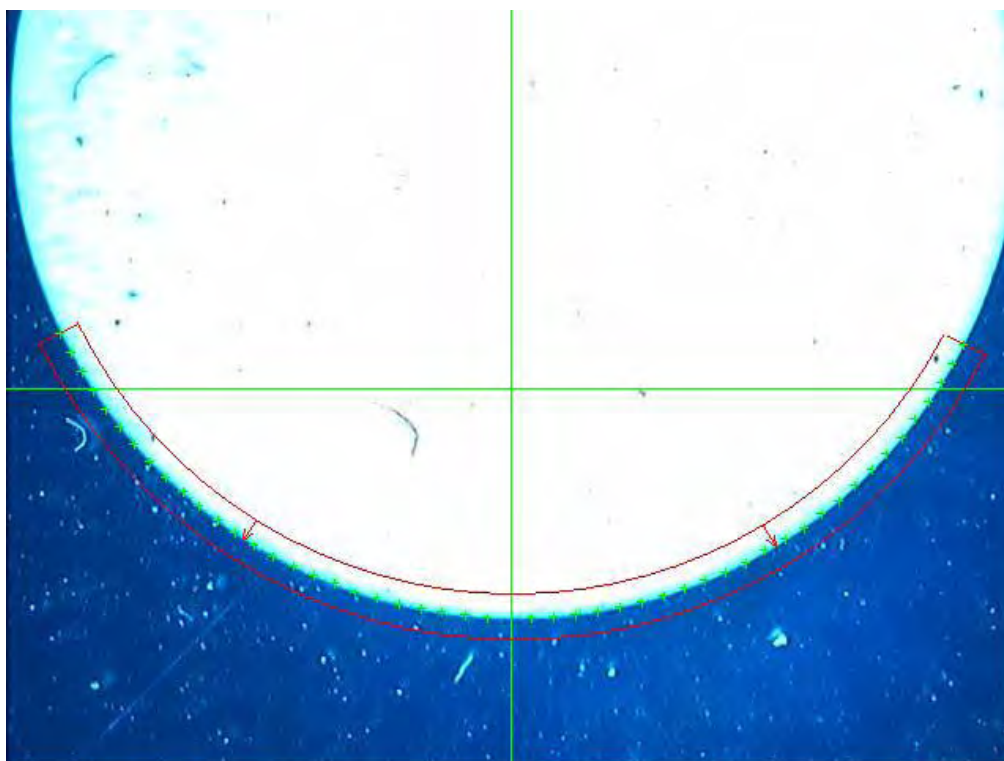

Figure 3-21
- II. Cliquer avec le bouton gauche de la souris et le maintenir enfoncé en déplaçant le curseur jusqu'au centre du cercle souhaité, puis déplacer le curseur à l'extérieur du cercle. Cliquer. Un arc apparaît comme dans la Figure 3-21. Il est possible de modifier le diamètre de l'arc en tirant sur ses bords.